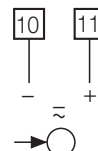

Bild 5. Hilfsenergie-Anschluss.
Hilfsenergieleitungen an die Klemmen ⑩ (=) und ⑪ (±) gemäss Bild 5 anschliessen.